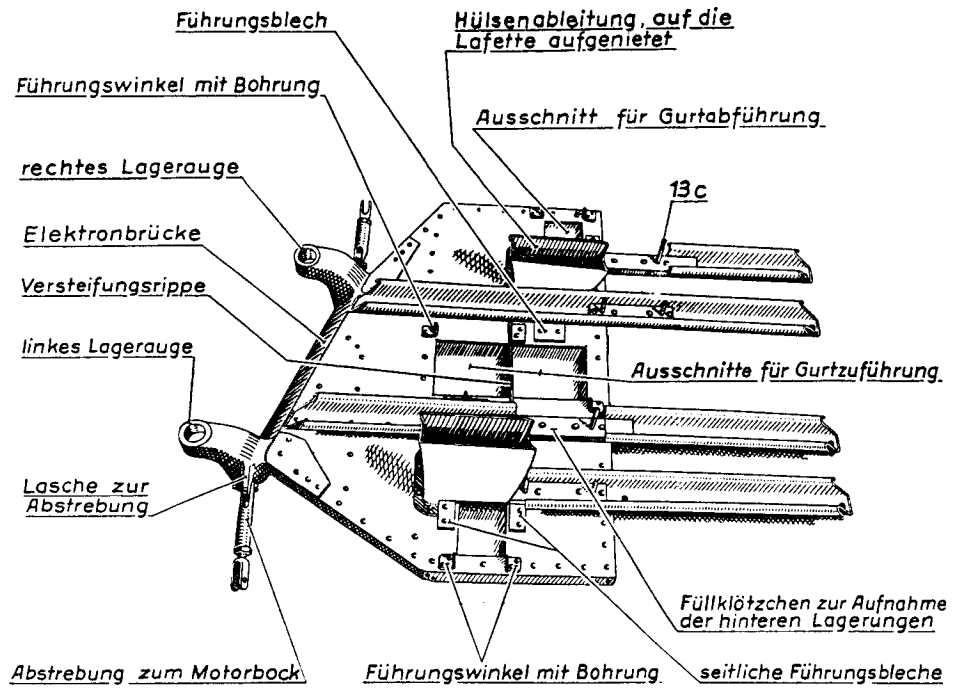

Abb. 9: Lafette von oben.
Die vorderen Lagerungen (5, 7) sitzen in zwei senkrechten Lageraugen der Lafette (13) nach vorne abschließenden Elektronbrücke (Abb. 9) und werden durch die mit Draht gegenseitig gesicherten Bundmuttern zur Lagererschraube (Teil 203 gemäß L.Dv. 111) oben und unten gehalten. Die hinteren Lagerungen (4, 6) stehen auf den mit Füllklöppchen verstärkten Längsprofilen der Lafette (13) und werden durch die fest in den Füllklöppchen sitzenden Gewindebolzen zur Befestigung der hinteren Lagerungen (13 c) samt zugehörigen Befestigungselementen (13 d, 13 f, 13 h) gehalten.
Zur Befestigung der Hälse ist an ihrer vorderen Unterkante eine Führungsleiste, auf der hinteren ein von Hand zu betätigender Spreizfederverschluss vorgesehen, dessen in Führungen laufende Verschlusszapfen in die Führungswinkel auf der Lafette (13, s. a. Abb. 9) zu sitzen kommen. Rechter und linker Zuführungshals sind aus 0,8 mm Stahlblech zusammengeschweißt, innen glatt und vollständig brüniert.